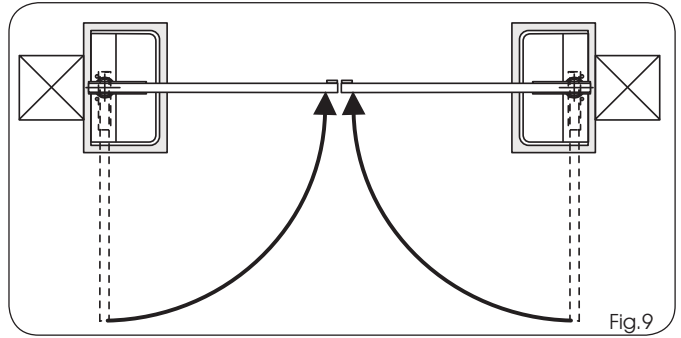

Fig.9
- 9) Vuelva a cerrar la cancela (Fig.9).